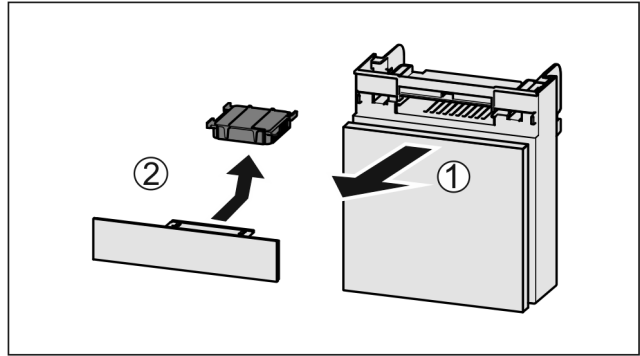

Fig. 65
- ▶ Fach nach vorne herausziehen Fig. 65 (1).
- ▶ Aktivkohlefilter entnehmen Fig. 65 (2).